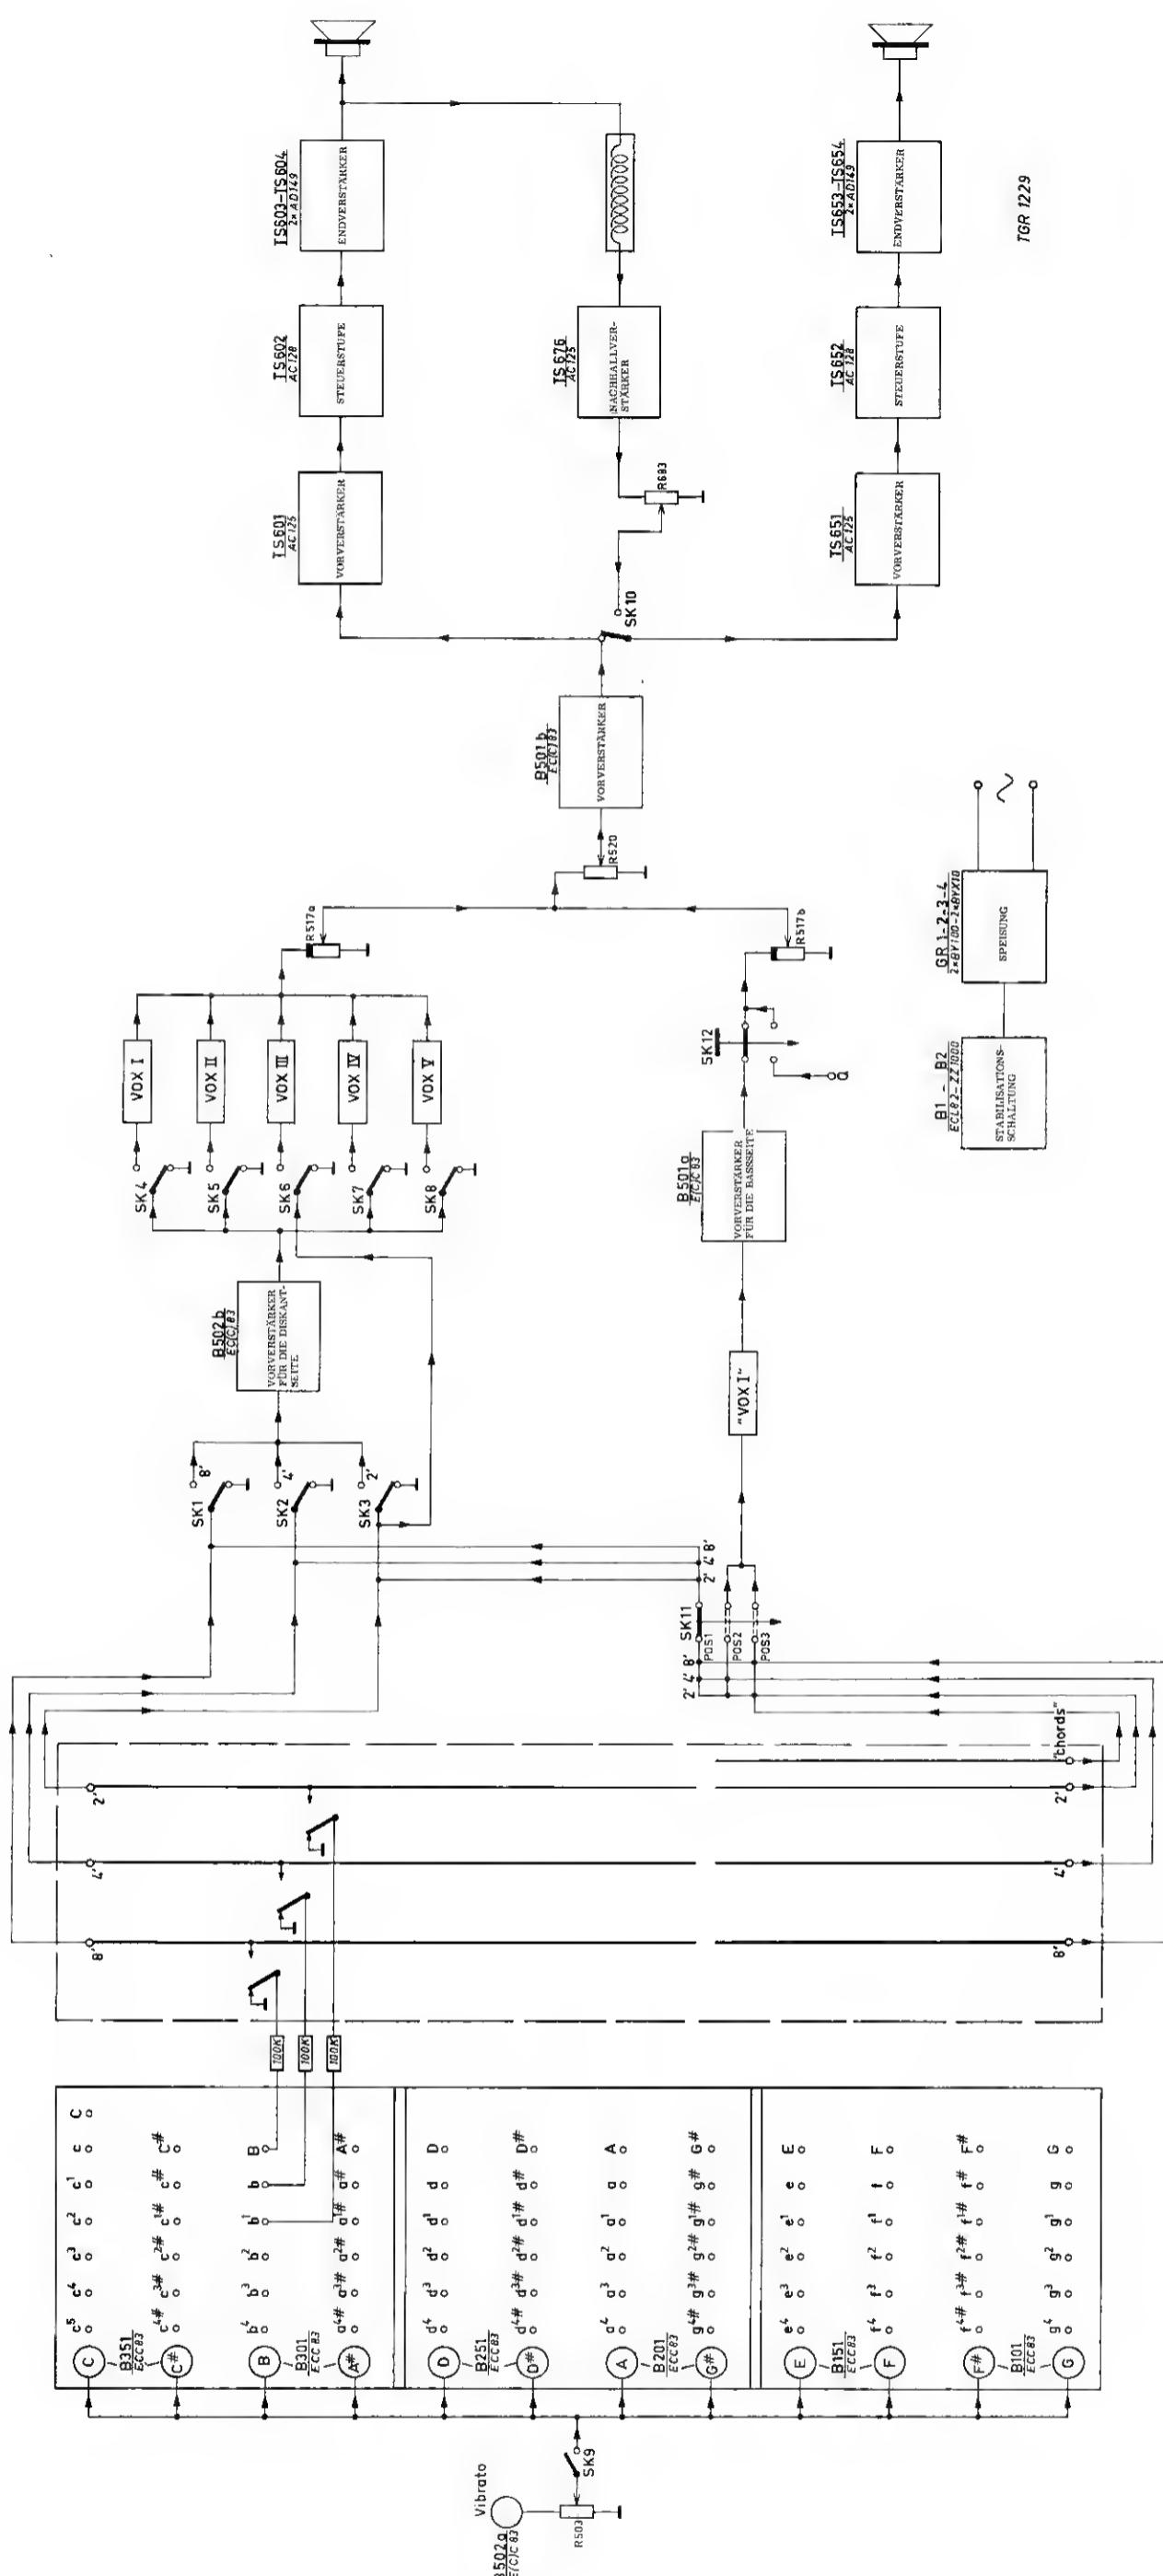

Fig. 3
3. BLOCKSCHALTBILD (vgl. Abb. 3)